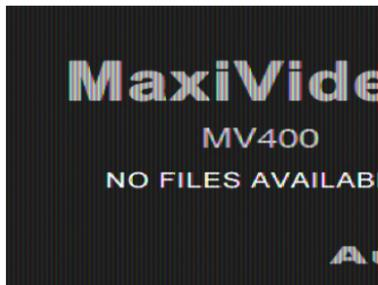

Abbildung 28
- ✓ Wenn Sie alle Fotos oder Videos löschen, wird eine Meldung **“Keine Daten verfügbar”** auf dem Bildschirm erscheinen. (Abbildung 28)